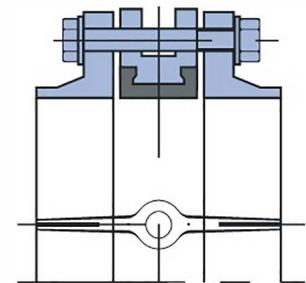

Рис. 5
6) Отцентрируйте поворотный затвор и слегка закрутите болты (шпильки), но не затягивайте их. Откройте диск поворотного затвора до положения «полностью открыто» (рис. 5).